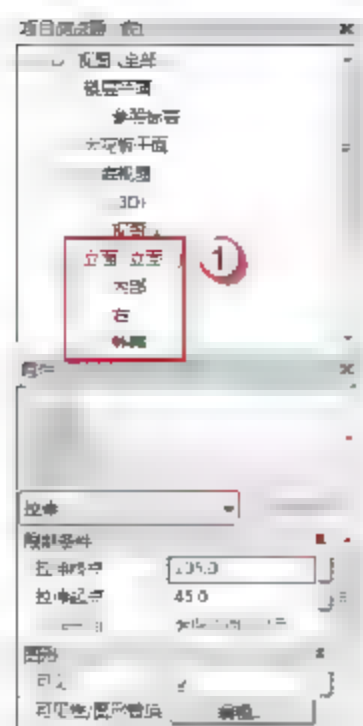

图 6.3.53 绘制门框拉伸
(13) 绘制 MC2934 门框。选择“创建”→“拉伸”命令，进入“修改 | 编辑拉伸”界面，用菜单中的绘制工具绘制门框，如图 6.3.53 所示。修改 MC2934 门框的位置及厚度，在“属性”面板中，在“拉伸终点”中输入“105”字样，在“拉伸起点”中输入“45”字样。完成后单击√按钮，完成绘制，如图 6.3.54 所示。